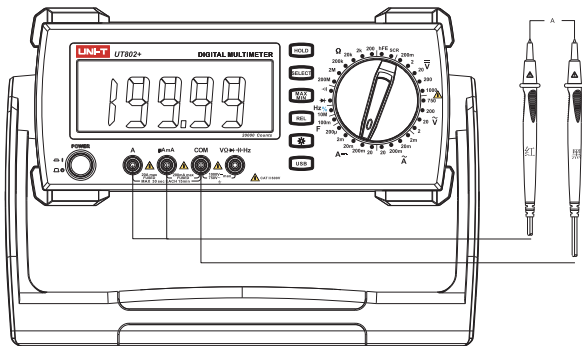

图 3. 交直流电流测量
- 2) 将仪表的旋转开关转到图3交流或直流档位选择所需测量的交流或直流将仪表表串联待测回路中。